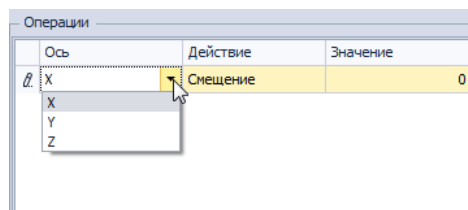

Рис. 175 Выбор оси, относительно которой будет осуществляться действие
2. Выберите ось для добавленного действия. Ось выбирается с помощью выпадающего списка в столбце «Ось», см. Рис. 175.